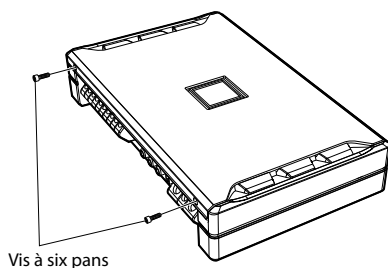

Fig. 1
1. Retirez les vis à six pans à l'aide de la clé hexagonale fournie (petite). (Fig. 1)